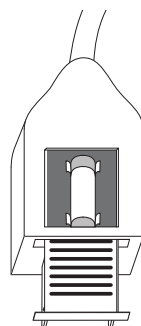

Figura 3.
3. Retire con cuidado el fusible de los sujetadores en la parte superior e inferior. Figura 3.